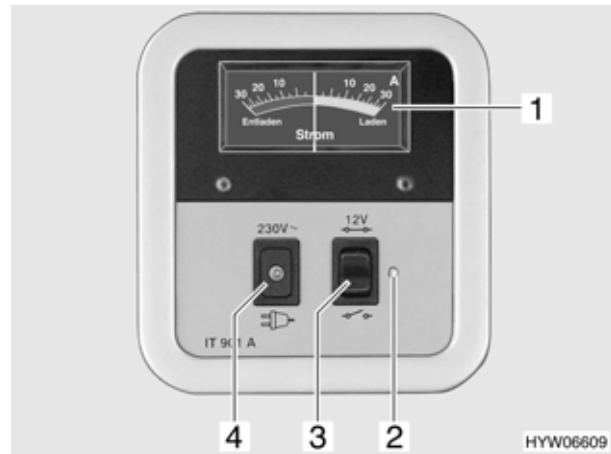

Fig. 65 Indicatore di corrente
Sullo strumento indicatore corrente (Fig. 65,1) appare in permanenza la corrente erogata dalla batteria. Premendo l'interruttore nella posizione desiderata, lo strumento si illumina automaticamente.
L'interruttore principale a 12 V (Fig. 65,3) inserisce o interrompe l'alimentazione a 12 V dell'abitacolo.
- Premere l'interruttore a bilico (Fig. 65,3) in alto : l'alimentazione a 12 V dell'abitacolo è inserita. La luce spia (Fig. 65,2) diventa verde.
- Premere l'interruttore a bilico (Fig. 65,3) in basso : l'alimentazione a 12 V dell'abitacolo è disinserita. La luce spia (Fig. 65,2) si spegne.
La luce spia verde (Fig. 65,2) si accende non appena l'interruttore principale a 12 V (Fig. 65,3) viene inserito.
La luce spia per 230 V (Fig. 65,4) si accende in giallo quando all'ingresso della centralina elettrica è presente una tensione di rete.